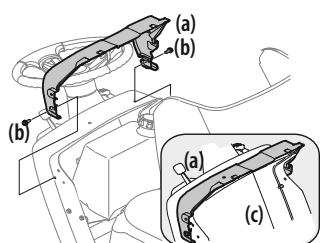

Figura 8
- Si la cubierta del tablero de instrumentos (a) fue despachada suelta, los elementos de ferretería para fijar la cubierta del tablero de instrumentos (a) se despachan instalados en la cubierta del tablero de instrumentos (a). Extraiga los dos pernos (b) que sujetan la cubierta del tablero de instrumentos (a). Consulte la Figura 8.
- Monte la cubierta del tablero de instrumentos (a) y alinee los orificios que están entre la parte superior del tablero de instrumentos y la cubierta del tablero de instrumentos. Consulte la Figura 8.
- Fije la cubierta del tablero de instrumentos (a) al tablero (c) con los pernos (b) que retiró en el Paso 1. Consulte la Figura 8.